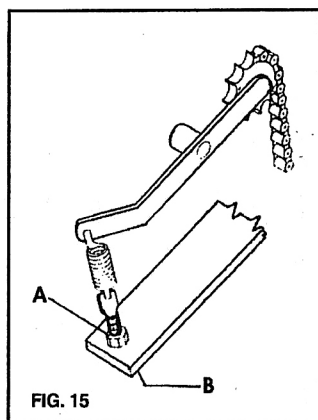

FIG. 15
5.7 - Para esticar a corrente da catraca (caso necessário), devemos soltar a porca "A" e apertar a porca "B" (fig. 15), assim que a corrente estiver esticada reapertar novamente a porca "A" (fig.15).